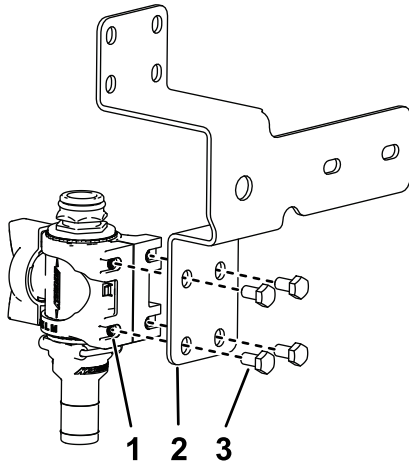

Figure 28
7. Montez le support de vanne sur la patte de fixation de la vanne de commande (Figure 28) à l'aide de 4 boulons (M6 x 12 mm) et serrez les boulons à un couple de 10 à 12 N·m.